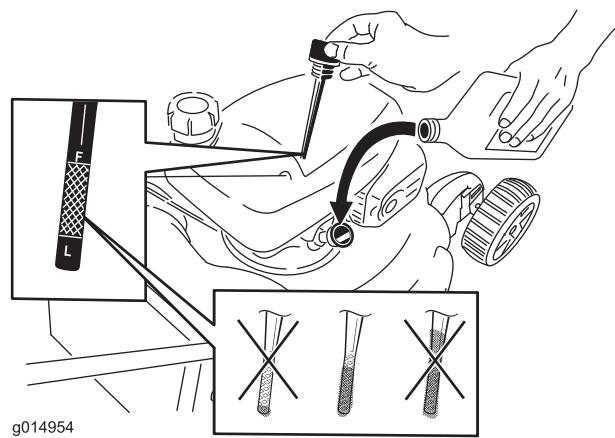

Bild 16
- Ziehen Sie den Peilstab (Bild 16) heraus.
- Nehmen Sie den Peilstab heraus und lesen den Ölstand ab, siehe Bild 16.
- Füllen Sie bei einem zu niedrigen Ölstand langsam etwas Öl in den Öleinfüllstutzen: Wiederholen Sie die Schritte 3 bis 5, bis der Ölstand richtig ist, wie in Bild 16 dargestellt.